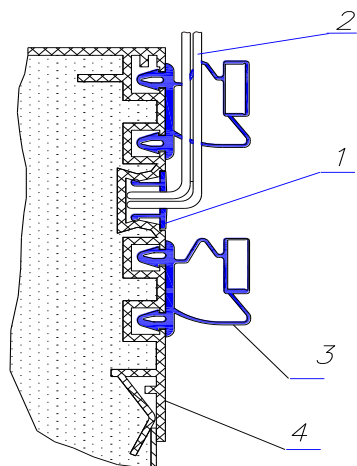
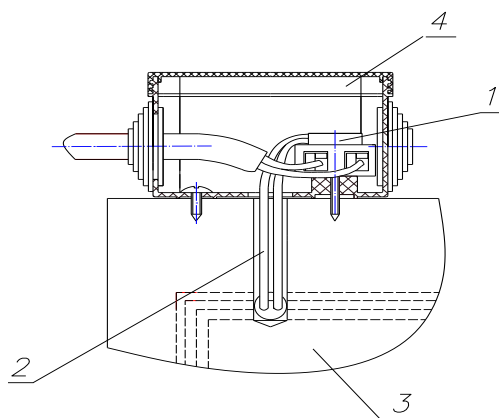
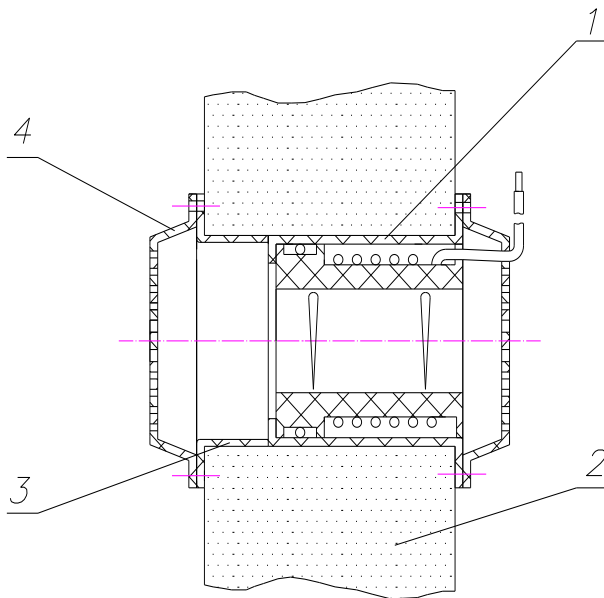

Рис.4. Установка ПЭНа двери.
Рис.5. Подключение ПЭНа двери.
Рис.6. Установка клапана компенсационного.
При монтаже камер типа КХН, с температурой внутреннего объема не выше минус 18°С необходимо установить ПЭН (провод электронагревательный) двери (рис.4, рис.5) и компенсационный клапан (рис.6), которые поставляются по дополнительному заказу.
- снять профиль поз.1 (рис.4), уложить ПЭН в паз профиля двери (поз.4), вывести провода через отверстия, выполненные в профиле поз.1 и мягкой вставке поз.3, и подсоединить к клеммнику коробки распределительной поз.4 (рис.5)
При установке компенсационного клапана в боковой панели просверлить отверстие \varnothing 65 мм. Установку производить в соответствии с рис.6.